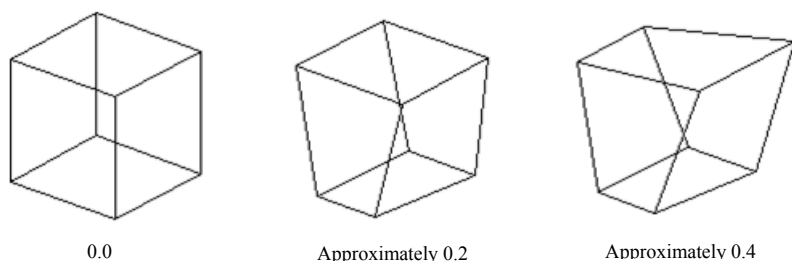

图 4.5.17 Warping Factor 三维块单元变化
- 相对三维块单元的 Warping Factor 来说，分别对 6 个面的 Warping Factor 进行比较，选取其中的最大值作为翘曲因子，如图 4.5.17 所示。